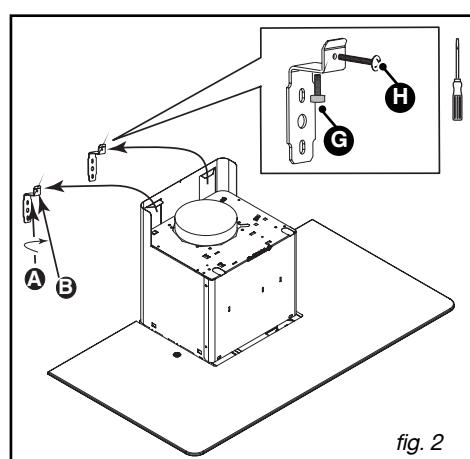

fig. 2
- Accrochez la hotte aspirante par ses découpes rectangulaires aux 2 équerres (fig. 2). La taille de ces découpes vous permet un réglage vers la gauche ou vers la droite.
– Montez le clapet anti-retour sur la sortie du moteur (fig. 2). Ce clapet anti-retour permet d'obstruer l'entrée d'air venant de l'extérieur.